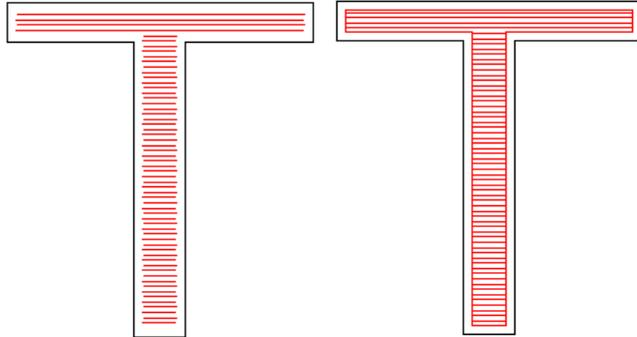

图 3-8 绕边一次示例
**绕边走一次:** 指在填充计算完后, 绕填充线外围增加一个轮廓图形。如图 3-8 所示在填充线的周围有一边框。